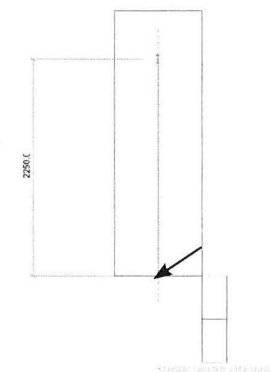

Fig. 10.40. Tegn alle undtagen 2 trin.
- Tegn flere trin opadgående, så der er 2 trin tilbage. Klik første gang, når de to blå stiplede linier forekommer (Fig. 10.40).